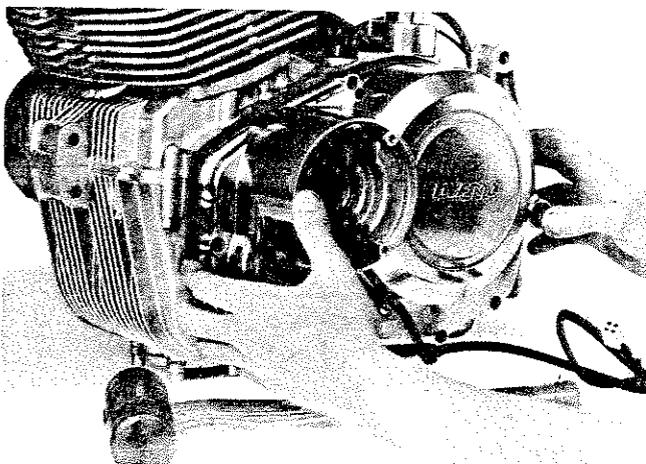

Fig. 106
- 5) Svitare le 10 viti a brugola e con un mazzuolo di plastica battere leggermente sul coperchio per staccarlo dal carter (Fig. 106).
- 5) Unscrew 10 Allen screws and with a plastic tip mallet tap lightly the side cover to free it from the crankcase (Fig. 106).